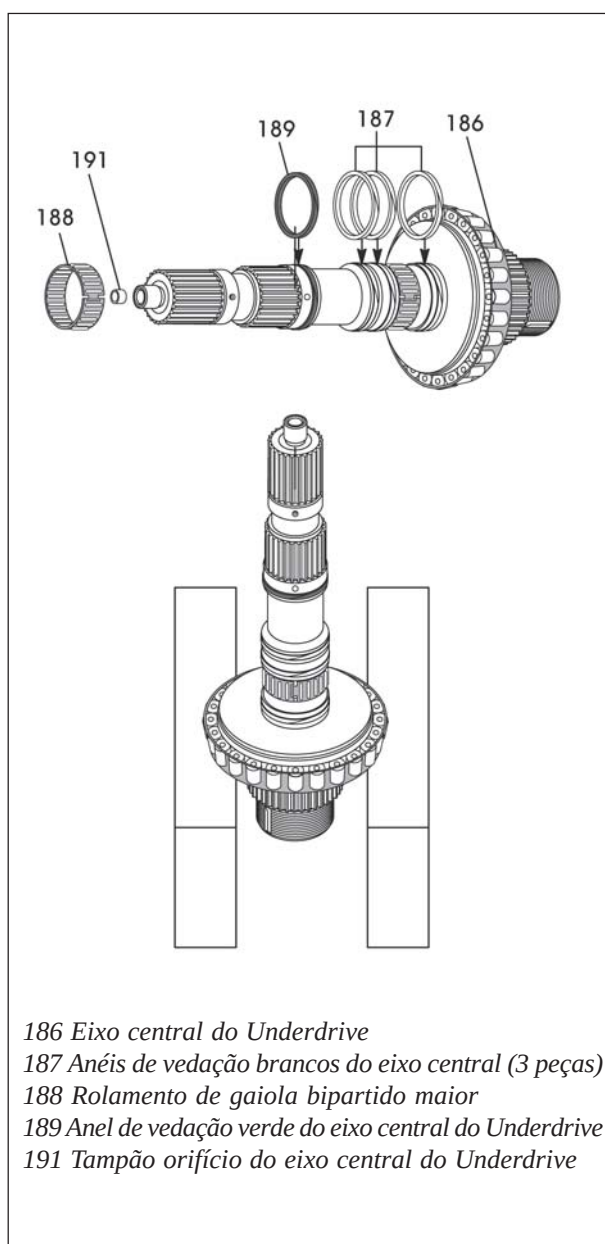

Figura 156
1. Instale três novos anéis de vedação brancos em suas posições corretas no eixo central do conjunto Underdrive, conforme mostra a figura 156.
2. Instale o rolamento bipartido de gaiola maior em sua posição correta no eixo central do Underdrive, conforme mostra a figura 156.
3. Instale o anel de vedação verde em sua ranhura correta no eixo central do Underdrive, conforme mostrado na mesma figura 156.
4. Certifique-se que o tampão orifício está em sua correta posição no eixo central do Underdrive (Veja figura 156).